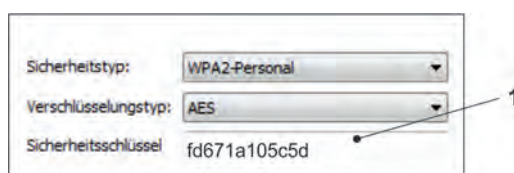

Fig. 29-24 Entrez clé de sécurité et connectez-vous
4. Entrez la clé de sécurité (mot de passe) (état de livraison = PUK; comme exemple fd671a105c5d) (Fig. 29-24 n° 1) et connectez-vous.